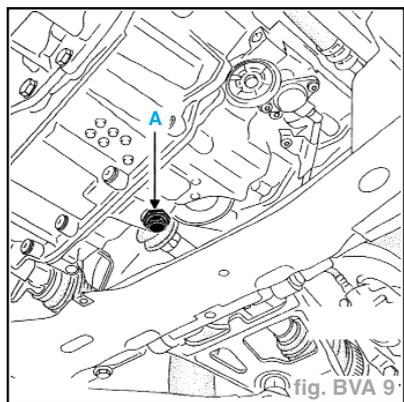

fig. BVA 9
- La vidange s'effectue en déposant le bouchon (A) (fig. BVA 9).